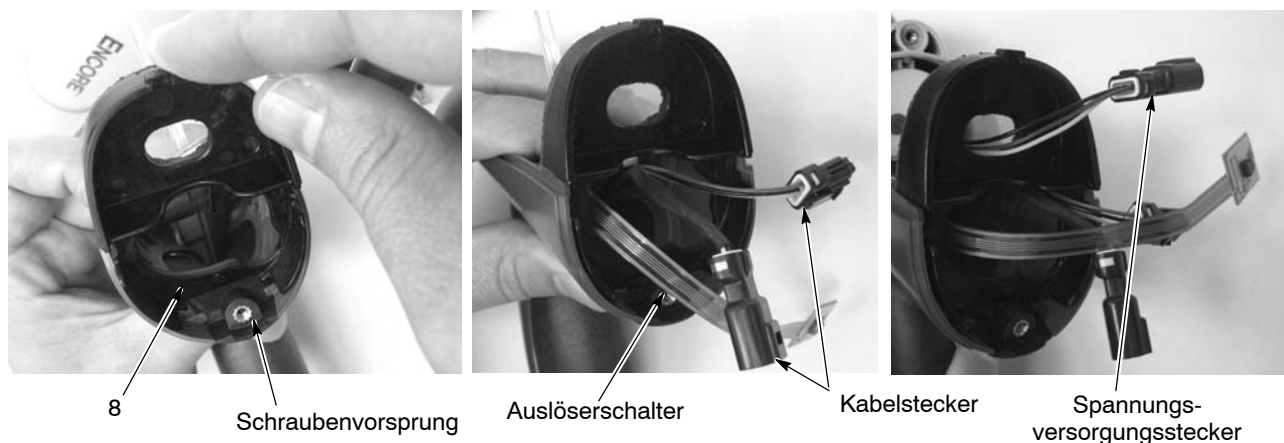

Abb. 5-13 Erdungsstück und Basis an Griffhälften anbringen
14. Siehe Abbildung 5-13. Das untere Ende der Schottabdeckung (8) hinter dem Schraubenvorsprung an der Rückseite der Griffbaugruppe positionieren und das obere Ende nach vorn kippen, bis es an Griff und Pistolengehäuse einrastet.
15. Stecker J2 der Spannungsversorgung durch die obere Öffnung in der Schottabdeckung (8) führen.